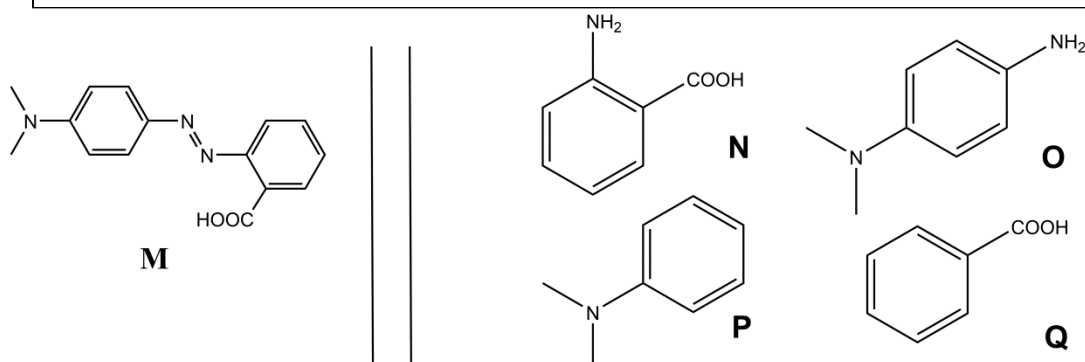

Fig. 1 – Reactanți posibili pentru sinteza lui **M**.
2. **M** poate fi sintetizat în două etape din reactanți simpli (Fig. 1). **Alege** dintre acești reactanți (de la **N** la **Q**) pe acei care conduc, cu cea mai mare regioselectivitate, la **M**. Azotitul de sodiu ($NaNO_2$) în soluție apoasă rece de acid clorhidric este utilizat ca reactiv în prima etapă a sintezei.